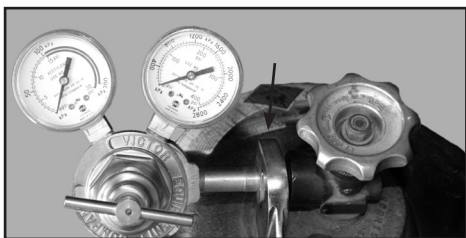

Figure 3
1. Inspecter soigneusement le détendeur en recherchant les filetages abîmés, la poussière, la saleté, la graisse, l'huile et les autres substances inflammables. Retirer la saleté et la poussière avec un chiffon propre. S'assurer que le filtre d'admission soit propre et en place. Brancher le détendeur au robinet de la bouteille. Serrer fermement avec une clé (voir la figure 3).